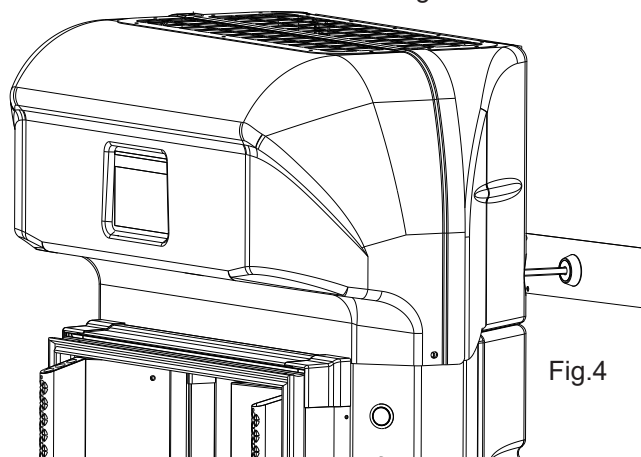

Fig.4
1. Repérer la hauteur des tampons supérieurs. Déplacer la borne et fixer au mur la plaque de renfort (figure 4).
1. Mark the height of the upper bumpers. Remove the terminal and affix the reinforcement plate to the wall (figure 4).
1. Höhe der oberen Puffer anzeichnen. Andockstation verschieben und die Verstärkungsplatte an der Wand befestigen (Abb. 4).
1. Markeer de hoogte van de bovenste buffers. Verplaats de terminal en bevestig de verstevigingsplaat aan de muur (afbeelding 4).